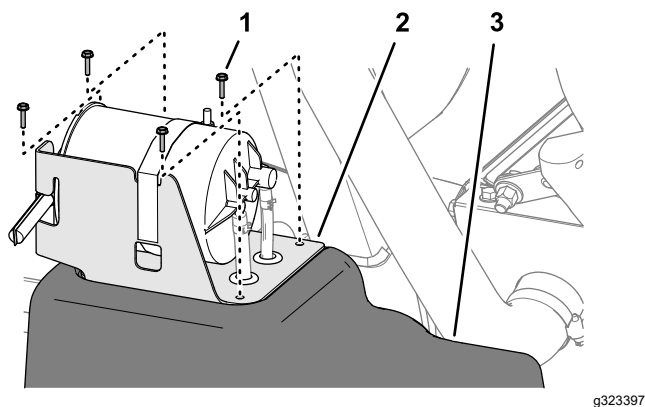

Рисунок 89
5. Совместите отверстия в кронштейне бачка с активированным углем с отверстиями в топливном баке (Рисунок 89).
6. Прикрепите кронштейн к баку (Рисунок 89) с помощью 4 винтов (№ 10 x ¾ дюйма).